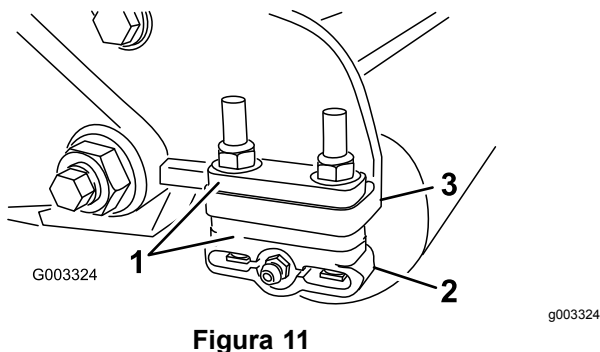

**Figura 10**
10. Pruebe el rendimiento de corte insertando una tira larga de papel de prueba del rendimiento de corte (Pieza Toro N° 125-5610) entre el molinete y la contracuchilla, perpendicular a la contracuchilla (Figura 10).